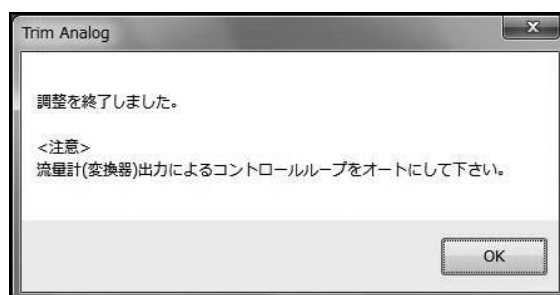

図3-72
- ⑥ 「Cancel」ボタンをクリックすると、アナログ出力値の調整は終了です。図3-72 の「調整を終了しました。」のメッセージボックスが現れますので、「OK」ボタンをクリックしてください。
- ⑪ 「Cancel」ボタンをクリックすると、アナログ出力値の調整は終了です。図 3-72 の「調整を終了しました。」のウィンドウが現れますので、「OK」ボタンをクリックしてください。
- ⑫ 調整を途中で止める場合は「Cancel」ボタンをクリックし、以後のメッセージに従ってください。